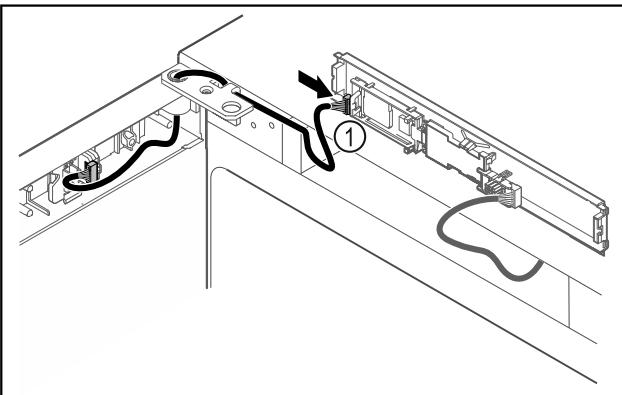

Fig. 43
► Nataknite utikač Fig. 43 (1) na tiskanu pločicu.